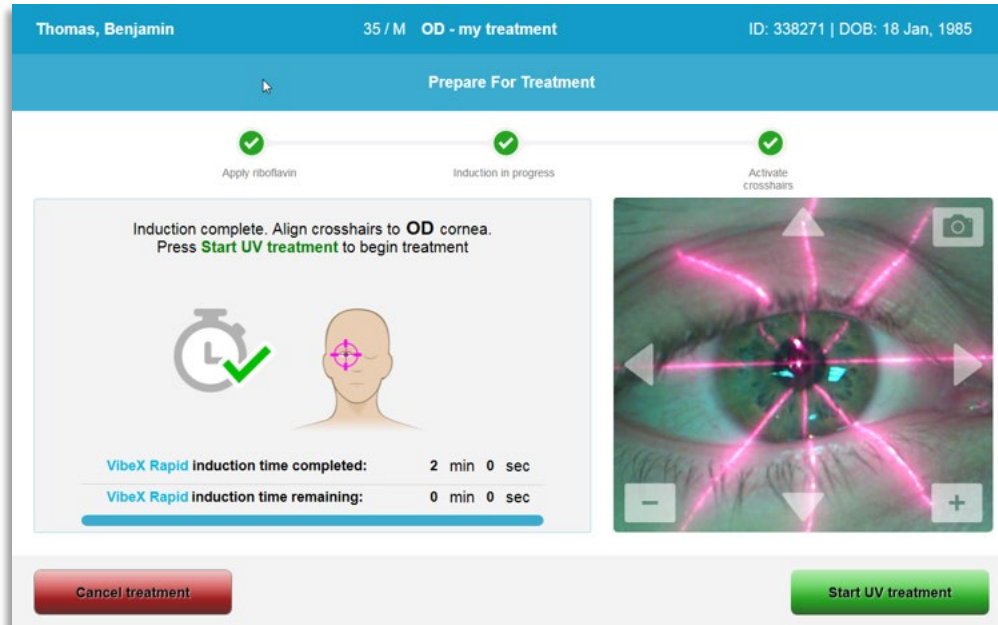

Figura 3-25. Iniciar el tratamiento UV
- Una vez que la aplicación de riboflavina, la inducción y la alineación de la retícula hayan finalizado, inicie el tratamiento pulsando el botón "Iniciar tratamiento UV" (Start UV treatment), tal como se muestra en la figura 3-25.